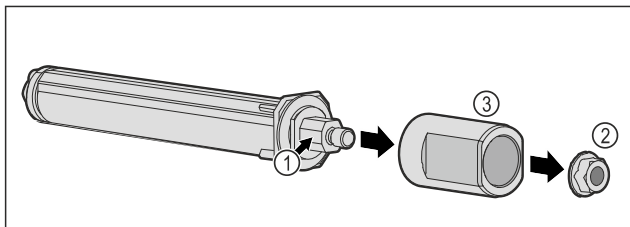

Fig. 54
- Älä pura ovijärjestelmää Fig. 54 (1) osiin.
- Poista mutteri Fig. 54 (2).
- Ota holkki Fig. 54 (3) pois.